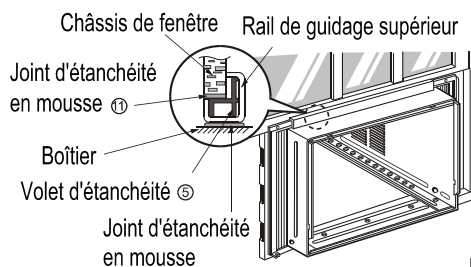

Fig. 2
2. Tout en retenant le boîtier, glissez l'appareil hors du boîtier en tirant vers l'avant sur la poignée du réceptacle d'eau. (Fig 2)
2. Abaissez le châssis inférieur à l'arrière du rail de guidage supérieur jusqu'à ce qu'ils fassent (Fig. 2)
**NOTE:** Ne serrez pas le châssis de fenêtre au point où cela nuira au mouvement des volets d'étanchéité. ⑤